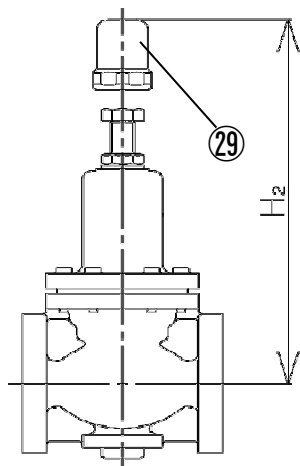

図 9 調整用スペース
- (18) 圧力調整のためにキャップを取り外すスペースを確保してください。(表8、図9参照)